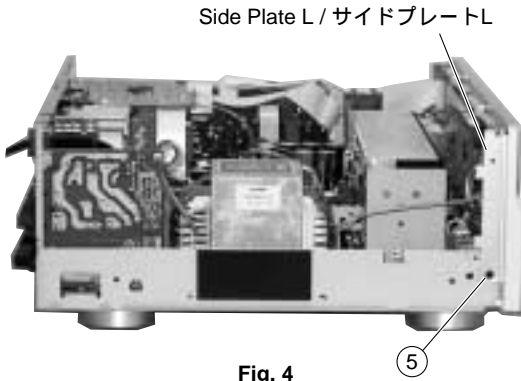

Fig. 4
- a. Remove 2 push rivets ( ⑤ ) and then remove the Side Plates L/R. (Fig. 4, 5)
- a. ⑤のプッシュリベット2本を外し、サイドプレートL/Rを取り外します。( Fig. 4, 5 )